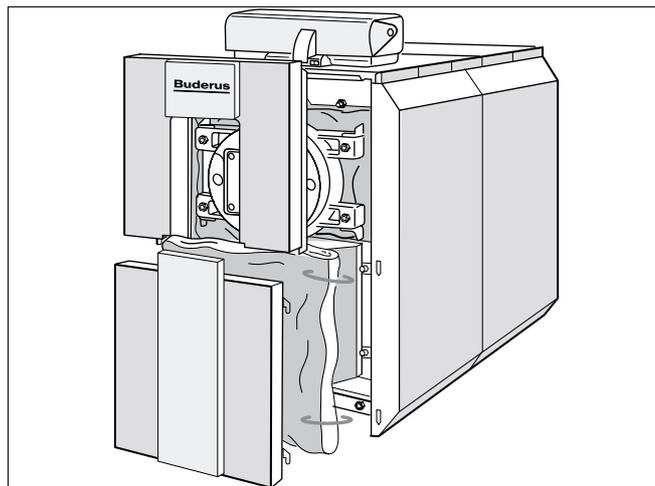

Fig. 25 Togliere i pannelli anteriori ed i materassini termoisolanti
- Togliere il pannello anteriore superiore ed inferiore (fig. 25).
- Togliere il materassino termoisolante (fig. 25).
- Montare il pannello anteriore superiore ed inferiore (fig. 25).
4	Togliere i pannelli di rivestimento anteriori, aprire la porta del bruciatore (fig. 25, pagina 22)